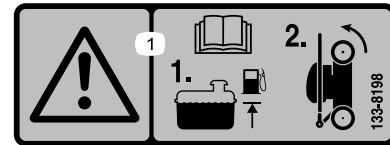

Bild 18
1. Stellen Sie sicher, dass der Stand des Kraftstoffs im Kraftstofftank nicht höher ist, als vom Motorhersteller empfohlen, siehe den Motoraufkleber des Herstellers auf dem Motor (Bild 18).